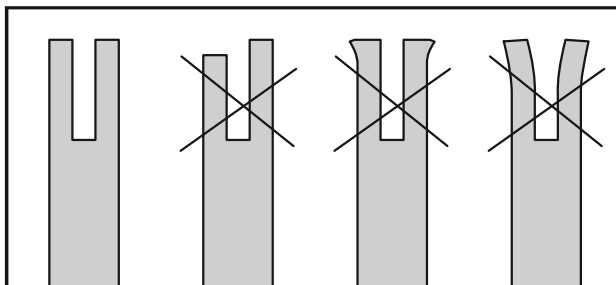

Fig. 38
5. Compruebe si el raíl de la espada presenta un desgaste anormal. Los dos lados del raíl deben estar a la misma altura cuando los mire a lo largo del borde. El desgaste anormal, como puede ver en la Fig. 38, indica que la espada tiene que sustituirse.